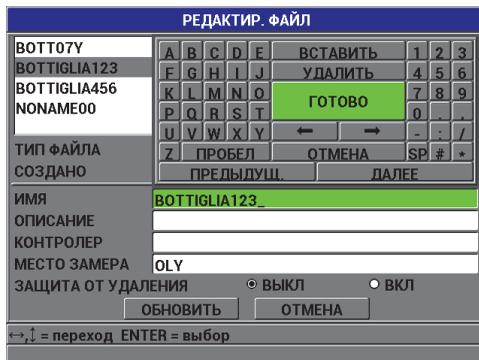

Рис. 7-11 Введение новой файловой информации
- В окне **РЕДАКТИР. ФАЙЛ** (см. Рис. 7-11 на стр. 136) выберите из списка нужный файл.